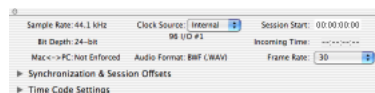

Figure 7. Fenêtres de session principales
- 6 Cliquez sur Save. Les fenêtres Mix, Edit et Transport de la nouvelle session s'affichent (reportez-vous à la Figure 7, page 81).